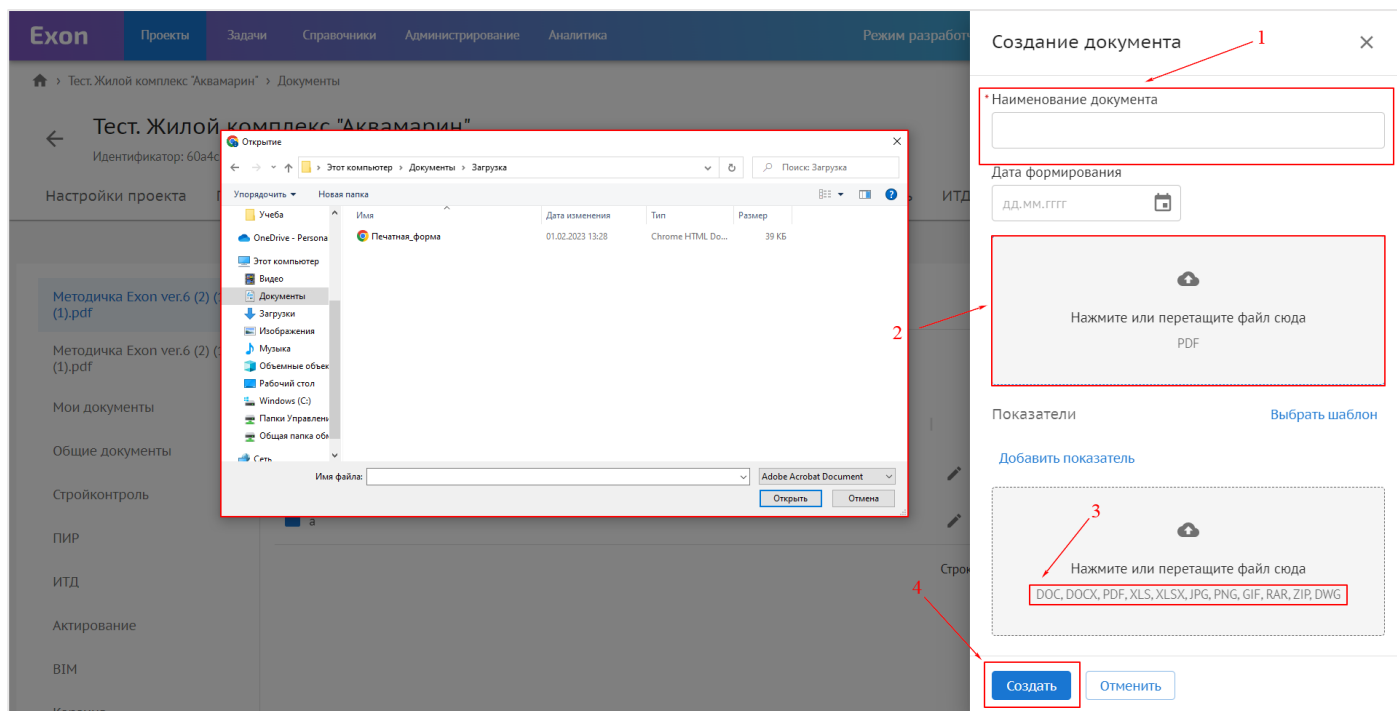

Рис. 44 – Создание документа
4. При выборе действия «Создать документ» необходимо (рис. 44):